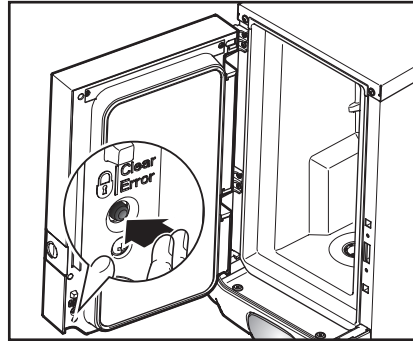

Abb. 22
2. Drücken Sie den SCHLOSS/Clear-Error Schalter um die Getränkeausgabe zu blockieren. (Abb. 22)
3. Drücken Sie zum Entsperren des Geräts erneut den SCHLOSS/Clear-Error Schalter um die Getränkeausgabe wieder freizugeben. (Abb. 22)